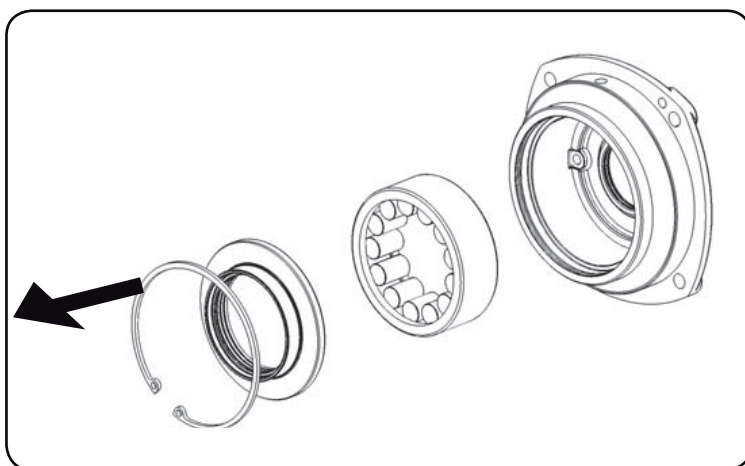

Rysunek 33
- Kiedy masa mimośrodowa została ustawiona zgodnie z pożądaną wartością, należy dokręcić śrubę mocującą lub nakrętkę używając klucza dynamometrycznego (Rysunek 33) a następnie powtórzyć ten sam proces z masą po przeciwnej stronie (momenty dokręcania przedstawia tabela na stronie 78).